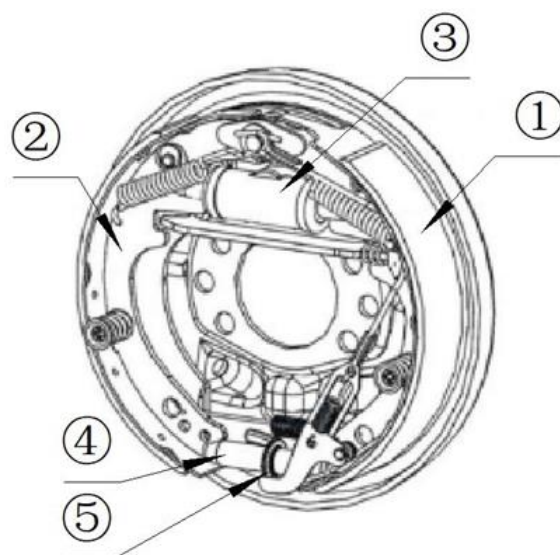

Рис. 3-14. Схема конструкции тормоза вилочного погрузчика:
Тормоз имеет две тормозных колодки, установленные на двух сторонах моста в сборе и состоит из двух комплектов тормозных колодок, колесного цилиндра и регулятора зазора. Дополнительно тормоз собран с механизмом стояночного тормоза и автоматическим регулировочным устройством, как показано на Рис. 3-14.
(1) Проверка тормоза.
Толщина фрикционной накладки (поз. (1) на Рис. 3-14) тормозной колодки (поз. (2) на Рис. 3-14) должна проверяться визуально каждые 500 часов. При проверке толщины тормозной фрикционной накладки нужно корпус машины поднять домкратом, колеса и тормозные ступицы снять, и всю грязь и ржавчину на тормозном барабане и фрикционной накладке удалить.
Нужно визуально проверить колесный цилиндр (поз. (3) на Рис. 3-14) на чрезмерный износ, повреждение или течь. Чистить цилиндр можно только алкоголем. Нельзя использовать минеральное масло с чистящим средством, иначе уплотнение цилиндра может быть повреждено без возможности ремонта. При необходимости нужно заменить цилиндр.
Визуально проверить на повреждение автоматический регулятор в сборе (поз. (4) на Рис. 3-14). Нужно нанести немного теплостойкой смазки на резьбу регулировочного храпового механизма (поз. (5) на Рис. 3-14). Для чистки регулятора следует использовать только сжатый воздух. Нельзя снимать отдельные